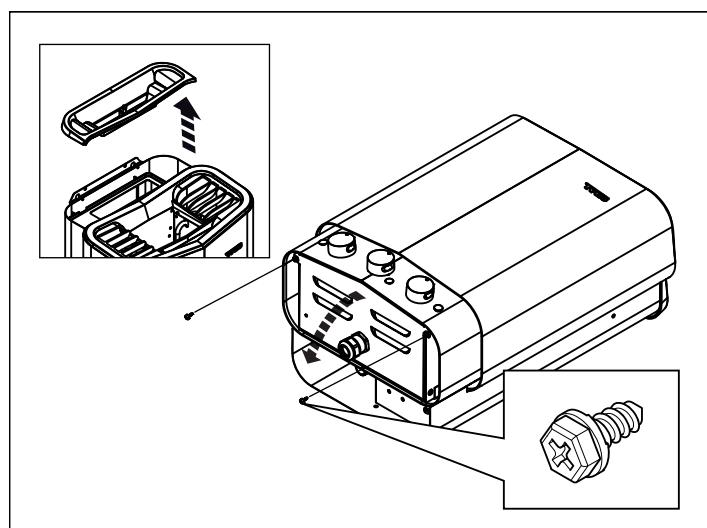

Fig 5: Öppna/stänga luckan
1. Ta bort locket till vattentanken och lägg aggregatet med fronen upp (se Fig 5).
2. Lossa skruvarna och öppna luckan (se Fig 5).
4. Stäng luckan och skruva i skruvarna, (se Fig 5).